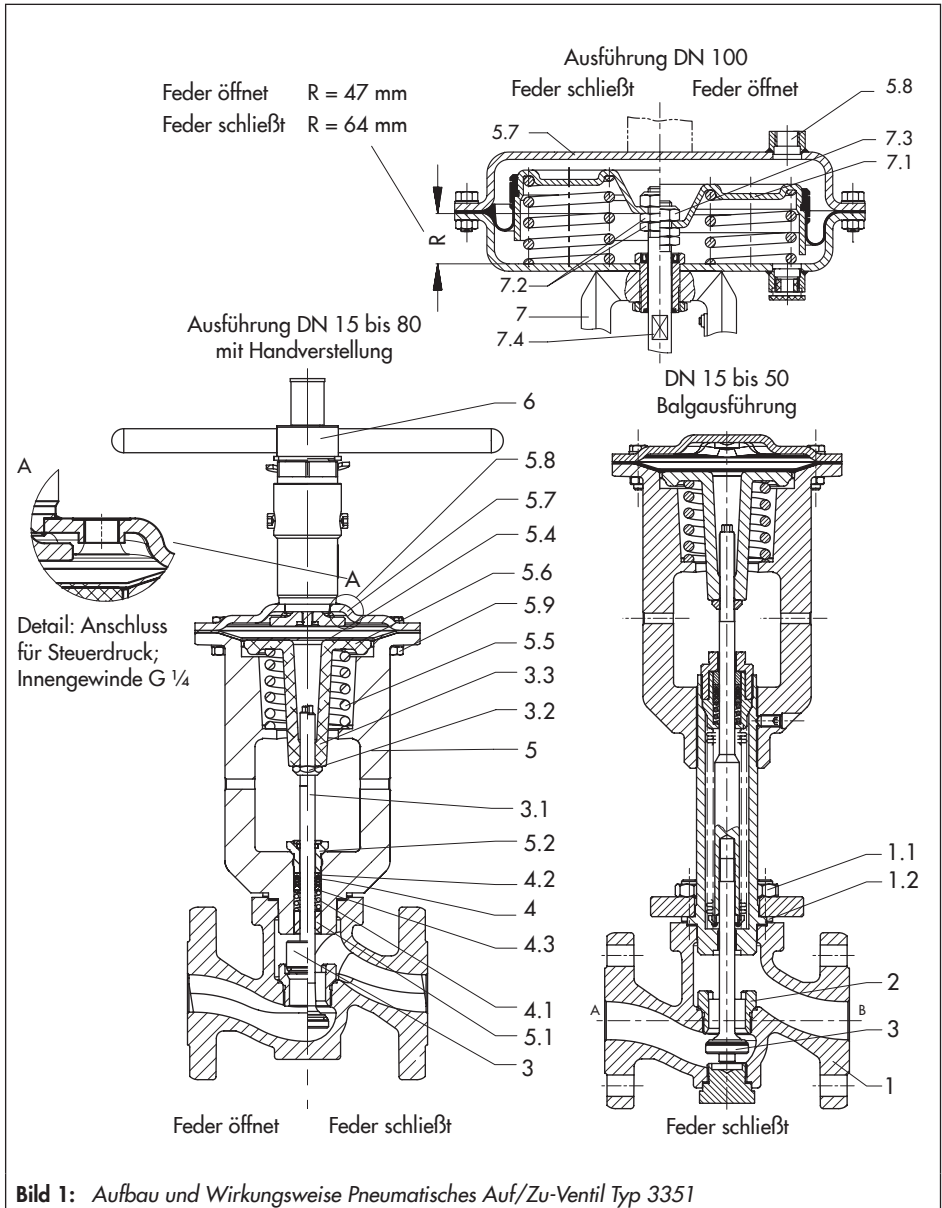

Bild 1: Aufbau und Wirkungsweise Pneumatisches Auf/Zu-Ventil Typ 3351
Vgl. Bild 1.
2. Distanzscheibe (etwa 5 mm dick) nach Bild 1 auf den Federteller legen. Montagevorrichtung aufsetzen und mit den drei Spannschrauben und Muttern befestigen. Muttern so verdrehen, dass der Federteller (5.6) gleichmäßig etwas vorgespannt wird. Dadurch löst sich der Kegel (3) vom Sitz.
5. Ventilober­teil (5) vom Ventilgehäuse lösen und vorsichtig nach oben ziehen – bei Ausführung „Feder schließt“ über die Kegelstange und bei Ausführung „Feder öffnet“ zusammen mit der Kegelstange.
4. Flachdicht- ring (1.2) ins Gehäuse einlegen. Ventiloberteil (5) auf das Gehäuse setzen, bei der Ausführung „Feder schließt“ dabei Kegelstange anheben und vorsichtig durch die Stopfbuchse führen. Ventiloberteil mit Muttern (1.1) gleichmäßig festschrauben. Kontermutter (3.2) bis Gewindeende auf die Kegelstange schrauben. Scheibe (3.3) auflegen.
5. Mutter und Kontermutter nach Stichmaß R (vgl. Bild 1) auf die Kegelstange aufschrauben und festziehen. Dabei muss der Kegel am Sitz anliegen.